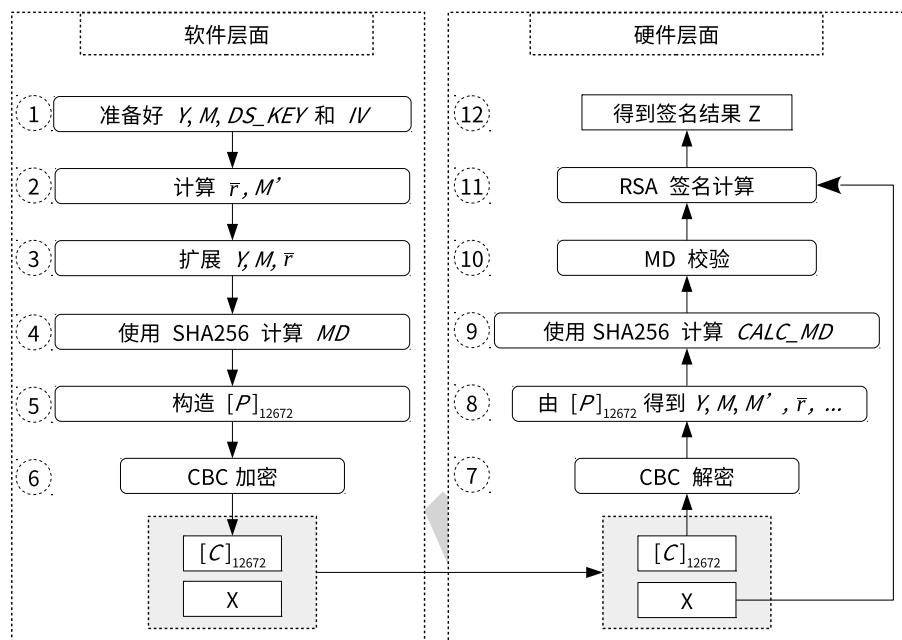

图 18-1. 软件准备工作与硬件工作流程
如果用户想使用 DS 模块进行数字签名, 软件和硬件必须紧密配合才可以顺利完成, 并且软件需要做一系列准备工作, 如图 18-1 所示。图中左半边给出了在硬件开始 RSA 签名计算之前, 软件需要做哪些准备工作。图中右半边展示了硬件在整个签名计算的过程中具体会做些什么。
- 对于多次签名计算, 软件准备工作 (图 18-1 左侧) 只需要进行一次, 但对于每一次签名计算, 硬件运算 (图 18-1 右侧) 都需要重新进行。
用户需要依照图 18-1 指定的步骤来计算 C 。详细的过程描述如下:
1. 解析阶段, 即图 18-1 中的步骤 7 和步骤 8
解析过程是图 18-1 中步骤 6 的逆过程。DS 模块将调用 AES 硬件加速器以 CBC 块模式对输入的密文信息 C 进行解密, 获取明文信息。该过程可以表示为 $P = \text{AES-CBC-DEC}(C, DS_KEY, IV)$, 其中 IV 就是 $[IV]_{128}$, 由用户直接指定; $[DS_KEY]_{256}$ 由硬件 HMAC 提供, 由存储在 eFuse 中的 $HMAC_KEY$ 得到, 软件无法获取。
2. 校验阶段, 即图 18-1 中的步骤 9 和步骤 10
DS 模块会执行两种校验操作: MD 校验和填充(padding)校验。由于填充校验和 MD 校验同步进行, 因此填充校验不在图 18-1 中体现。
3. 计算阶段, 即图 18-1 中的步骤 11 和步骤 12